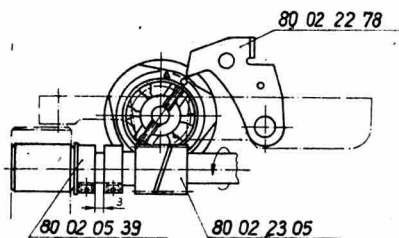

рис. 3
- 1.3. При сборке механизма управления следует обратить внимание на то, что задний контактный рычаг показывает на кругообразную маркировку «о», находящуюся на лобовой стороне пакета швов (см. рис. 3).